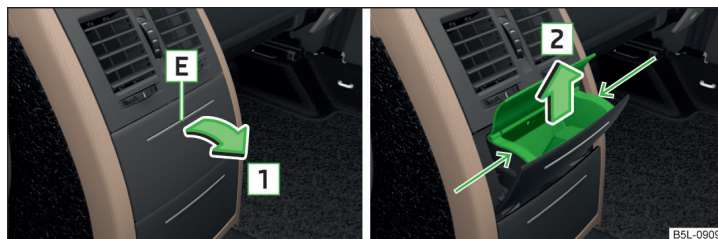

Fig. 80 Consola centrală superioară: deschiderea scrumierei din spate/ scoaterea scrumierei din spate
- Pentru **deschidere**, apăsați pe capacul scrumierei în zona [E]. Scrumiera se deschide în sensul săgeții [1] » fig. 80.